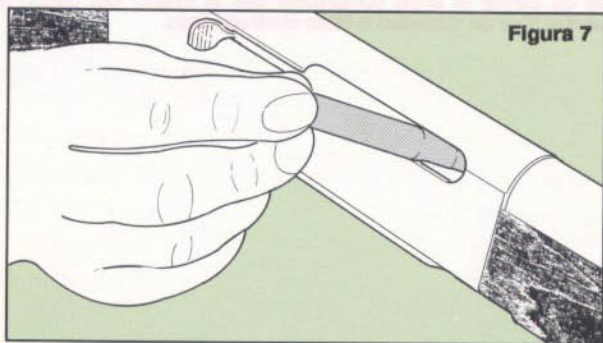

Figura 7
4. Coloque un cartucho del calibre correcto dentro de la recámara por el puerto de eyección. Vea la Figura 7.